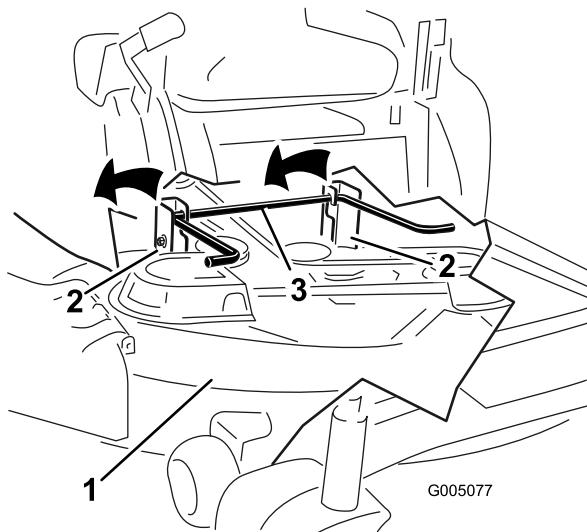

Figure 55
- Soulevez et déposez le tablier de coupe et les supports de la tige de levage arrière et abaissez le tablier au sol avec précaution (Figure 55).
- Soulevez l'arrière du tablier de coupe et guidez les supports sur la tige de levage arrière (Figure 55).